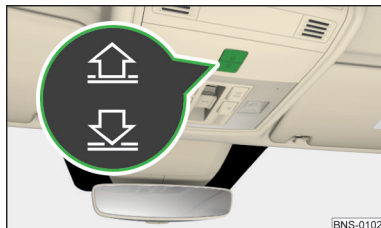

Abb. 67
Bedienung des Sonnenschutzrollos » **Abb. 67**
- › Die Zündung einschalten, die Taste » **Abb. 67** auf Seite 77 drücken und festhalten.